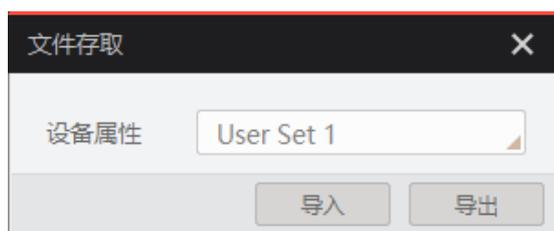

图7-9 导入或导出
2. 在弹出的文件存取对话框中，选择需要存取的相机属性，单击导入或导出即可，如图 7-9 所示。